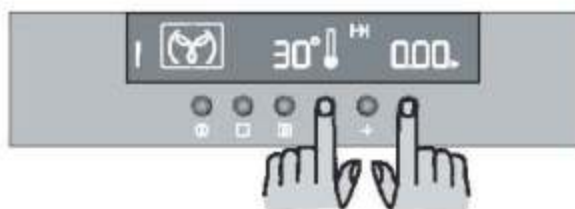

Рис. 13
- С помощью клавиши «-» уменьшайте время до тех пор, пока на дисплее не появится «0.00» (рис. 13).